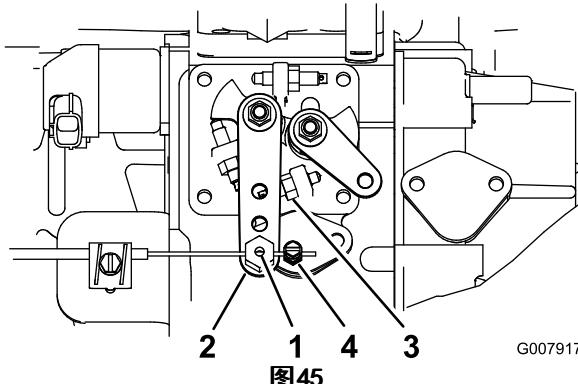

图45
- 拧松油门拉线接头，接头位于油门拉线上靠近喷射泵控制杆的地方（图45）。
- 将喷射泵控制杆臂固定到高怠速限位器（图45）上。